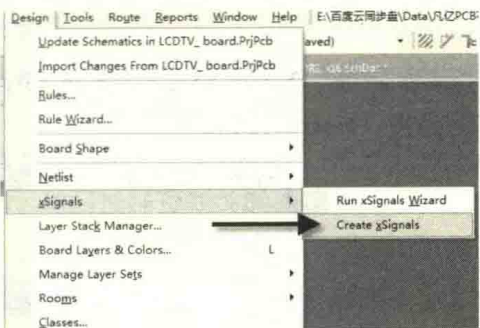

图 9-122 创建 xSignals
(2) 执行菜单命令“Design-xSignals-Create xSignals”，如图 9-122 所示，进入 xSignals 添加匹配界面，如图 9-123 所示。